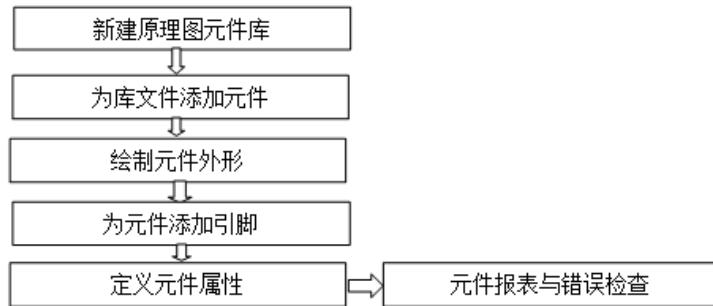

图 6-3.1 元件库建立流程图
3.2.2.1 自建元件库及其制作元件总体流程如图 6-3.1 所示。